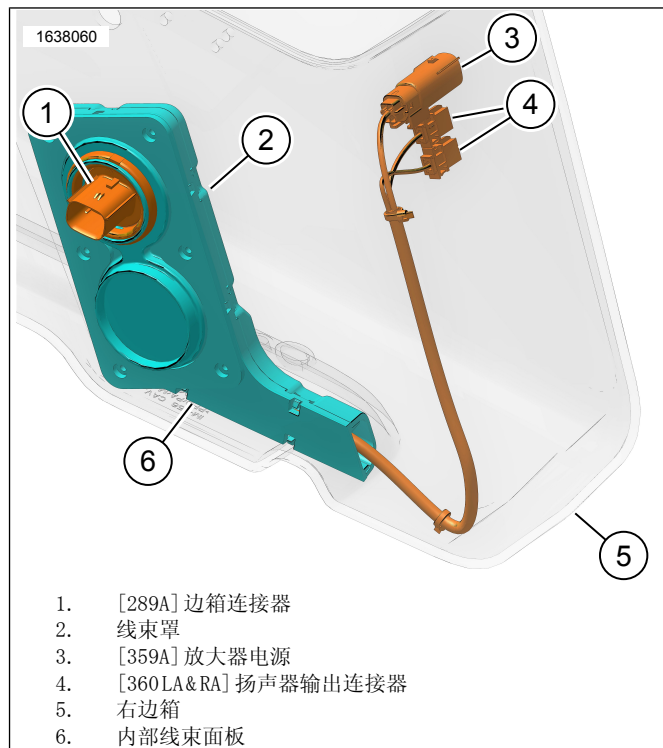
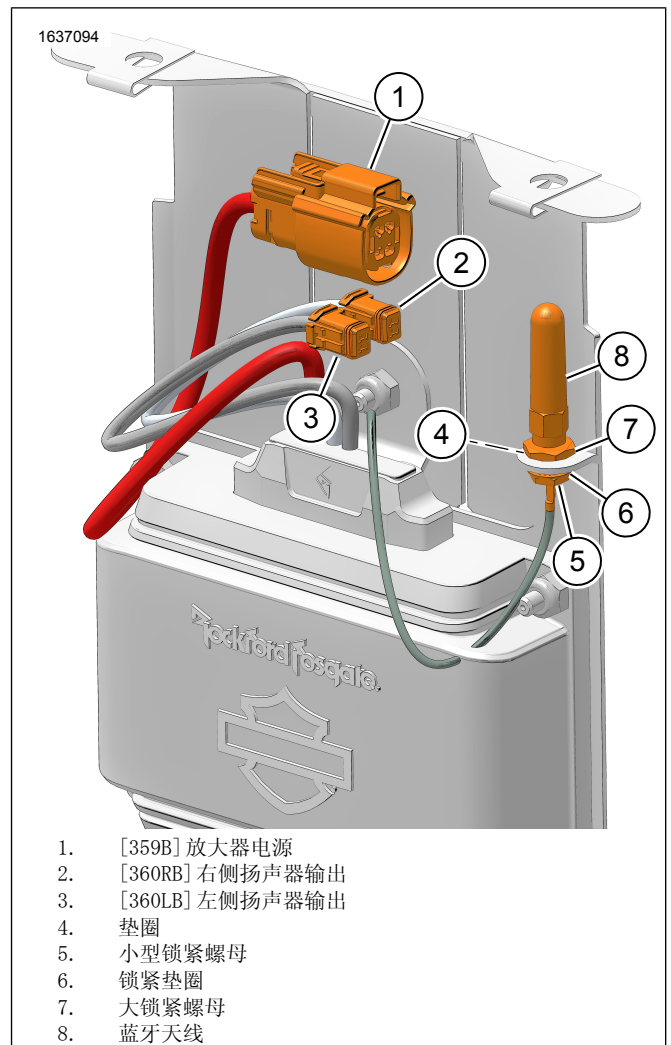

图8。内部线束 69202871
图10。放大器组件
8. 参见图8。如图所示，安装内部线束。
9. 参见图10。组装天线。
14. 参见图8和图10。将内部线束连接至放大器组件。
15. 参见图10。将右侧扬声器导线连接至放大器组件。
参见图8和图10。将内部线束连接至放大器组件。